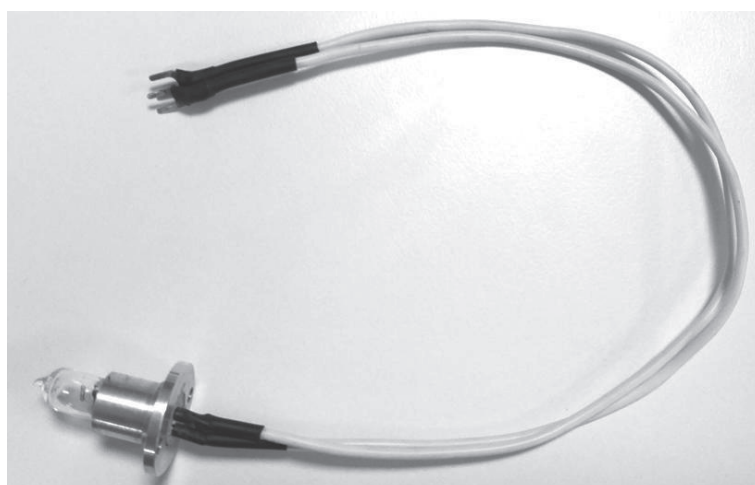

Figura 13-12 A nova lâmpada halógena
1. Prepare uma nova lâmpada halógena, conforme mostrado na Figura 13-12: